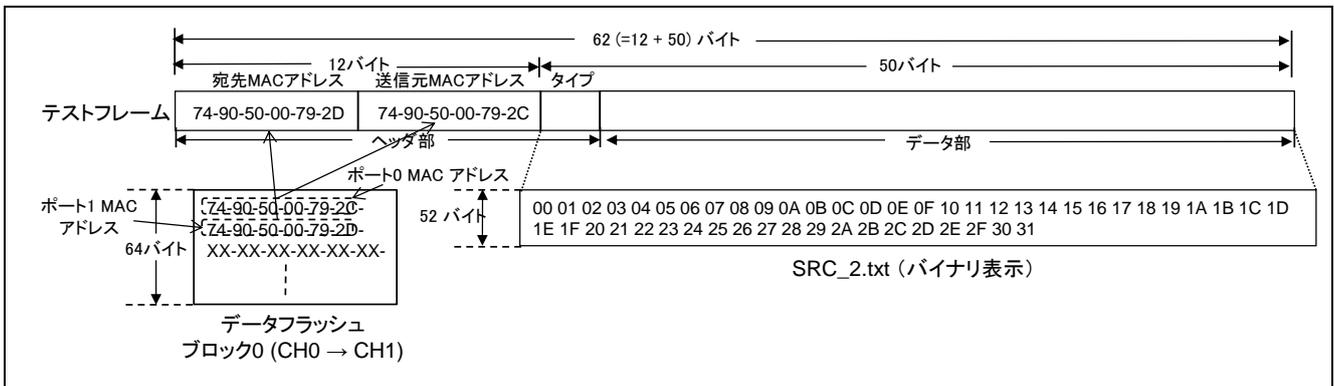

図3.3 フレームフォーマット
転送するフレームフォーマットをMACアドレスと関連付けて図3.3で説明します。ここで、テストデータはSRC_2.txtを使用し、フレームの転送方向をCH0からCH1とします。RSKボード2のポート0のMACアドレスは、データフラッシュのブロック0の最初の6バイト（アドレス：0x0010_0000-0x0010_0005）、RSKボード2のポート1のMACアドレスは、データフラッシュのブロック0の次の6バイト（アドレス：0x0010_0006-0x0010_000B）にそれぞれ書き込まれています。
- (1) 簡易スイッチ機能を設定します。
- (2) フレームとして転送するテストデータを USB ホスト経由で USB メモリから読み出します。
- (3) データフラッシュから MAC アドレスをロードします。
- (4) 図 3.3に示したフレームを生成します。
- (5) ポート 0 からフレームを送信します。
- (6) 中継されたフレーム¹を受信します。
- (7) MTU3 によりフレームの転送時間を測定します。
- (8) フレームとして転送された受信データを USB メモリに書き込みます。
- (9) USB メモリからの読み出し、転送時間測定を含むフレーム転送、USB メモリへの書き込みを設定された試行回数だけ繰り返します。その後、USB メモリへフレーム転送時間の測定結果を書き込みます。
- (10) “FORCE_ERASE_PRM”オプションが定義されている場合、データフラッシュの MAC アドレスを消去します。